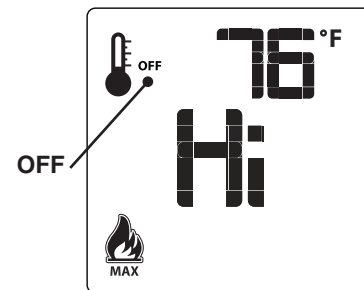

Fig. 44-3 Le mode manuel
- **Mode manuel (Fig. 44-3):** Dans ce mode, la température ambiante est ignorée et la cheminée peut être activé indéfiniment. L'élévation de la température ambiante n'a aucun effet sur ce mode. Toutes les autres fonctions (vitesse du ventilateur, hauteur de la flamme, le brûleur secondaire ON/OFF, et la lumière d'accent sur les contrôles/OFF) sera contrôlable manuellement.